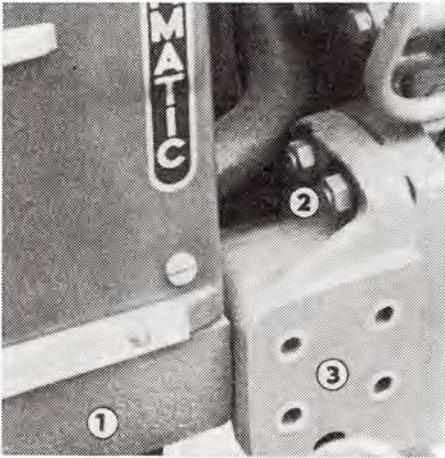

Abb. 39
1. Zwei Schrauben M 12, welche die Wanne (Abb. 39/1) an der Konsole festhalten und zwei Schrauben M 12 am Unterteil der Wanne sind auszuschrauben und die Wanne ist abzunehmen.
2. Acht Muttern M 14 der Vorderachsenkonsole (Abb. 39/2) sind auszuschrauben und die Konsole (Abb. 39/3) ist abzunehmen.